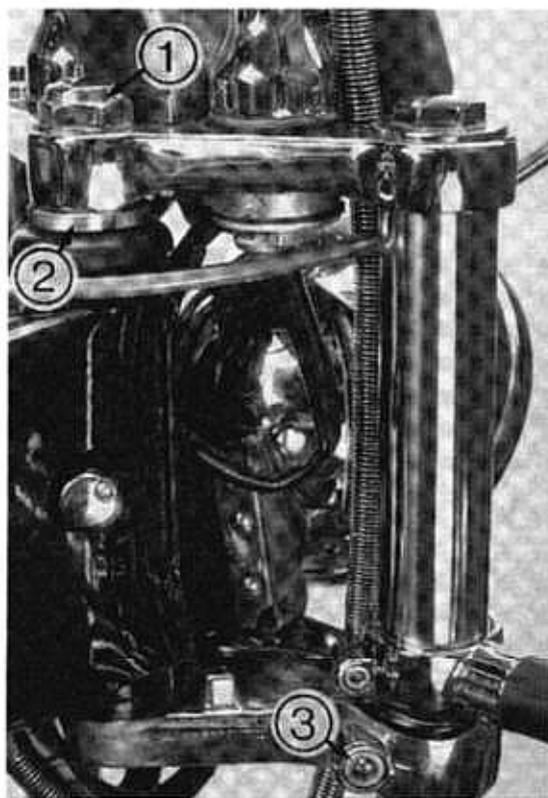

Bild 36
- Gabelklemmfäuste ③ Bild 36 der unteren Gabelbrücke lockern.
- Lenkkopf-Gegenmutter ① Bild 36 lockern. Nutmutter ② zunächst lockern und dann wieder anziehen, bis kein Spiel mehr spürbar, aber Lenkung noch leichtgängig ist.